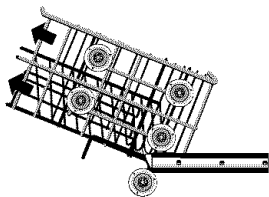

Figure 6/Ilus. 6
- 1) Remove the empty upper rack by pulling it out of the dishwasher to the point that it can be lifted upward, as shown in Figure 6.
- 1) Enlever le panier supérieur vide en le tirant hors du lave-vaisselle jusqu'au point où il peut être soulevé, comme à la figure 6.
- 1) Desprenda el estante superior vacío por medio de jalarlo fuera de la lavadora hasta que pueda levantarlo, tal como muestra la Ilustración 6.